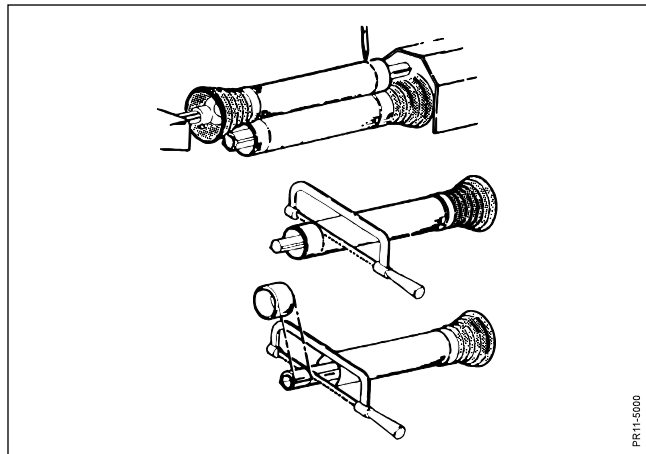

Fig. 2-3
**Fig. 2-3** Dissocier l'arbre de prise de force en 2 parties, et les monter respectivement sur les entrées et sorties de la machine et du tracteur, en position horizontale (correspondant à la longueur la plus courte de cet arbre sur la machine). Positionner les arbres parallèlement et tracer un repère à 30 mm (minimum). Raccourcir les 4 tubes de la même valeur. Les extrémités des tubes doivent être ébarbées et toutes les bavures doivent être soigneusement enlevées.